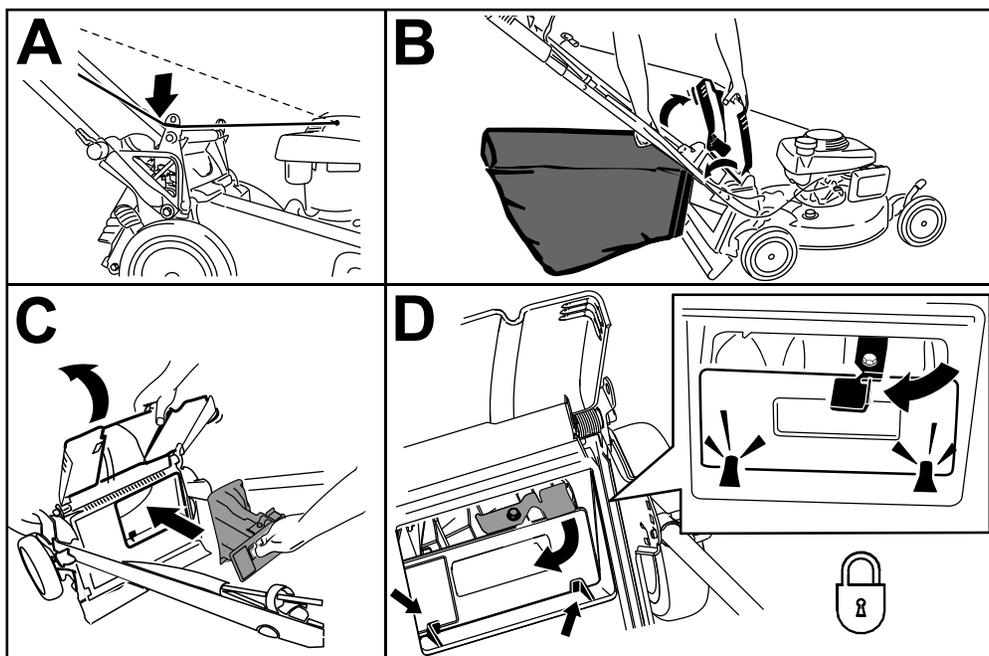

Рисунок 23
1. Проложите трос стартера вокруг нижней направляющей троса (вид А на Рисунок 23).
2. Поднимите вверх и удерживайте в верхнем положении задний дефлектор, поднимите травосборник вверх за рукоятку, вынув его из выемок в кронштейнах рукоятки (вид В на Рисунок 23).
3. Установите заднюю заглушку (вид С на Рисунок 23).
Внимание: Убедитесь, что задняя заглушка зафиксирована на месте. Чтобы зафиксировать заглушку, нажмите на нее с достаточным усилием, чтобы она защелкнулась на месте за выступами, затем поверните рычаг на заглушке влево (вид D на Рисунок 23).